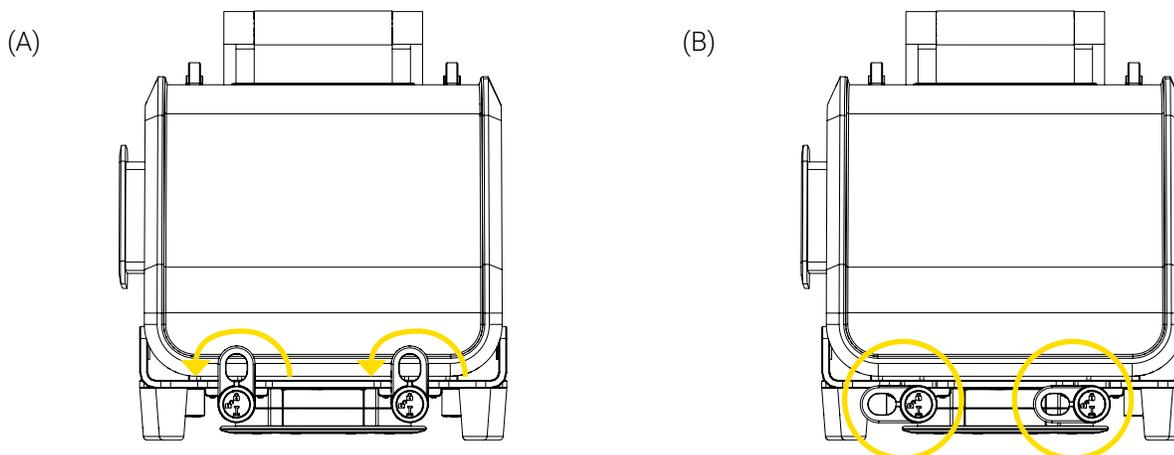

Figure 5: Déverrouillage du support Bracket Pro Serie 60 - GR
1. Tourner les deux (2) verrous rotatifs un quart de tour dans le sens antihoraire à la position déverrouillée  (Figure 5).